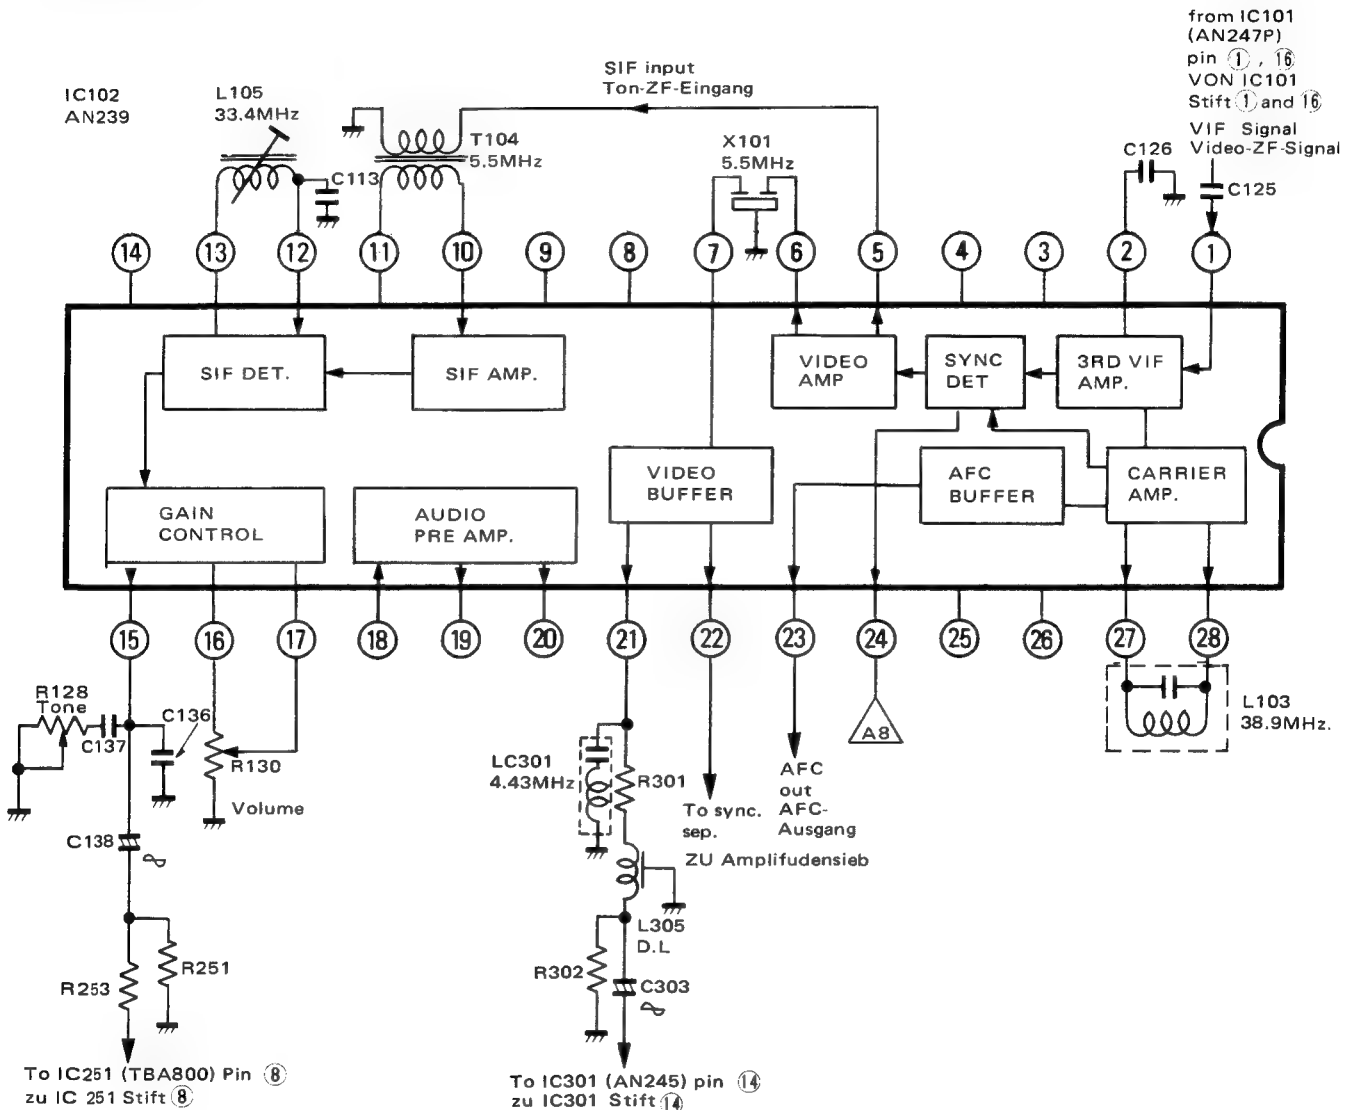

Fig. 51 Abb. 51
2. AN239 (See fig. 51)
2. AN239 (s. Abb. 51)